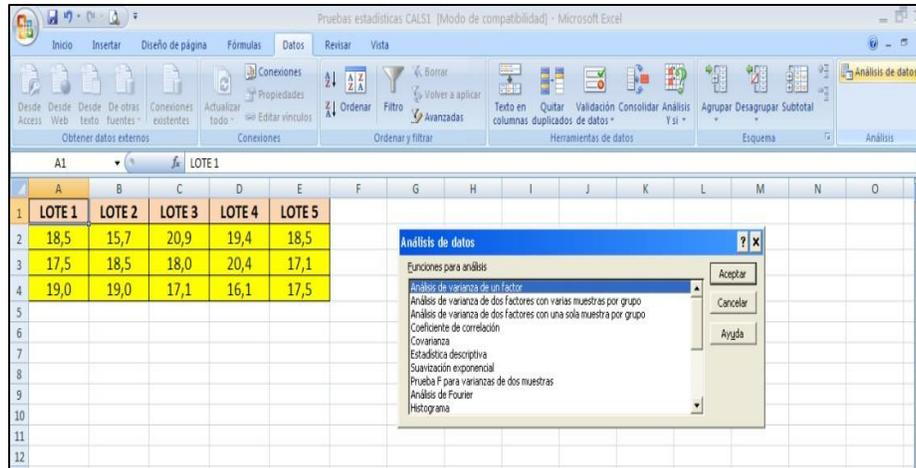

Imagen 1. Selección análisis de varianza
- Selecciona "Análisis de varianza de un factor" y da clic en Aceptar (imagen 1).
- Seleccionar "Análisis de varianza de un factor" y de clic en Aceptar (Imagen 1).